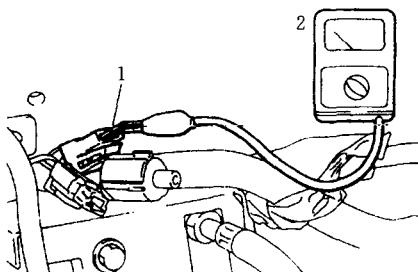

图 13 连接转速表——埃克利普斯车
②从接线一侧把一纸夹插入插接器 1 号端子(蓝色)。
③将一个初级电压测量型转速表连接到纸夹上(图 13)。